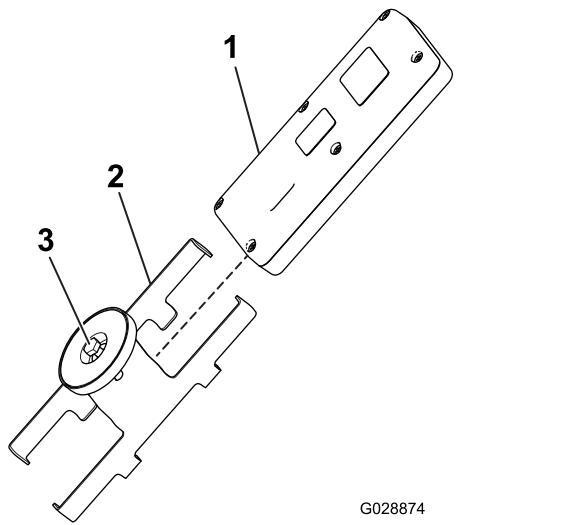

Figure 37
1. Desserrez le boulon dans l'aimant du support magnétique de la télécommande (Figure 37).
2. Écartez les côté du support et retirez la télécommande (Figure 37).
8. Placez la télécommande portable dans le support magnétique, réunissez les deux moitiés pour fixer la télécommande et serrez le boulon dans l'aimant (Figure 37).